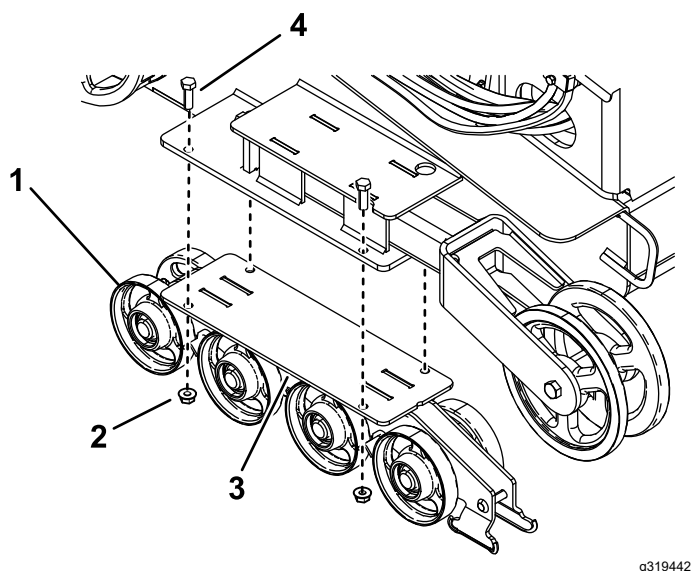

Bild 49
4. Entfernen Sie die vier Schrauben und Muttern mit denen die untere Kettenführung (die die Straßenräder enthält) befestigt ist, und nehmen Sie diese ab (Bild 49).